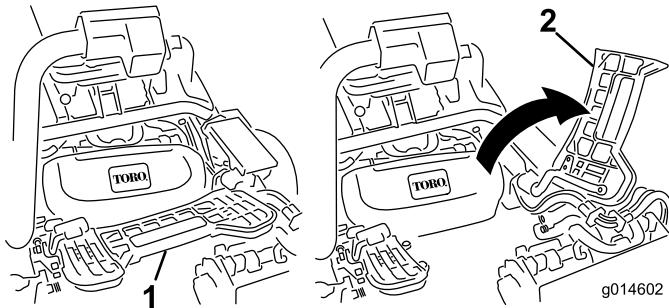

Figura 11
3. Per installare l'apparato di taglio centrale, sollevate il poggiapiedi e ruotatelo, per consentire l'accesso alla posizione dell'apparato di taglio centrale. (Figura 11)